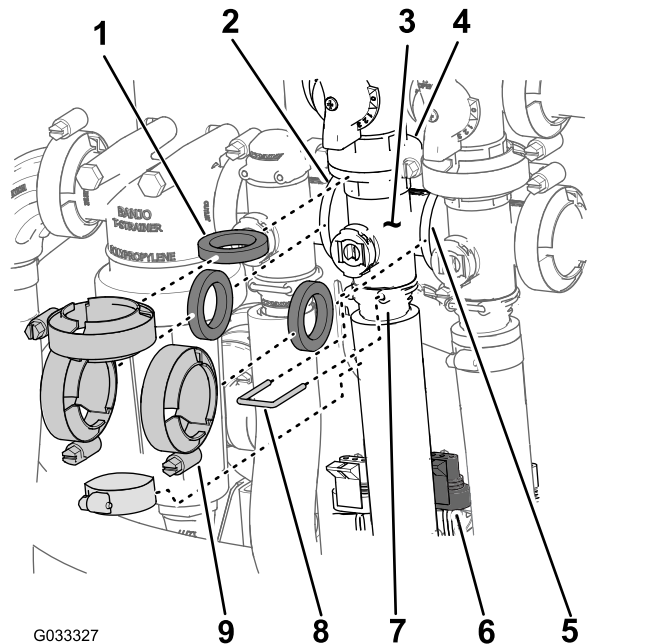

图64
1. 取下将搅拌阀歧管（图64）固定至搅拌旁通阀、喷洒率控制阀、主喷洒臂段阀以及安装座接头（搅拌节流阀）的夹具和垫片。
2. 拆下将出口接头固定至搅拌阀歧管的卡环（图64）。